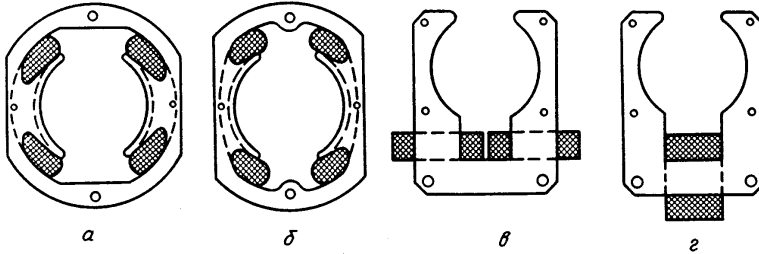

рис.14
**Конструкция.** Универсальные двигатели имеют двухполюсное исполнение. Для уменьшения потерь от вихревых токов магнитопроводы статора и ротора выполняются шихтованными. На **рис.14** показаны несколько вариантов конструктивного исполнения статора двигателя: **рис.14,а** - статор с машинным изготовлением обмотки; **рис.14,б** - статор с обмоткой возбуждения, изготовленной и уложенной вручную; **рис.14,в** - статор с двумя вы-
несенными обмотками возбуждения; **рис.14,г** - статор с одной вынесенной обмоткой возбуждения. Обмотка статора (возбуждения) универсального двигателя состоит обычно из двух секций или катушек, между которыми расположен якорь, обмотка которого включена последовательно с обмоткой возбуждения. Наматывать обмотки якоря можно двойным проводом. При прямоугольной форме ротора катушки располагают параллельно друг другу. Обмотка якоря состоит из двух параллельных ветвей, по которым распределяется ток двигателя, проходящий через щетки.